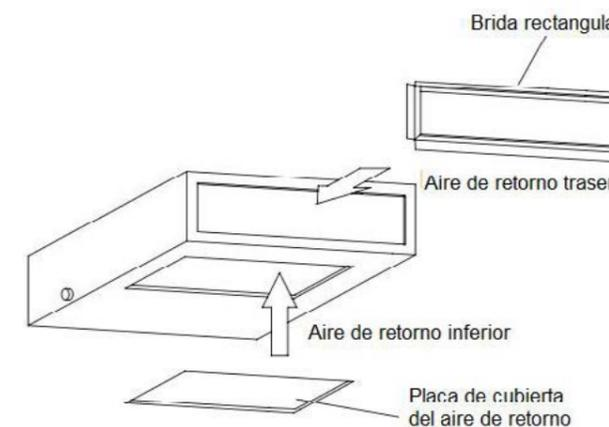

Figura 37
- (2) La ubicación predeterminada para la instalación de la brida rectangular se encuentra en la parte posterior, tal como se indica en la Figura 37.